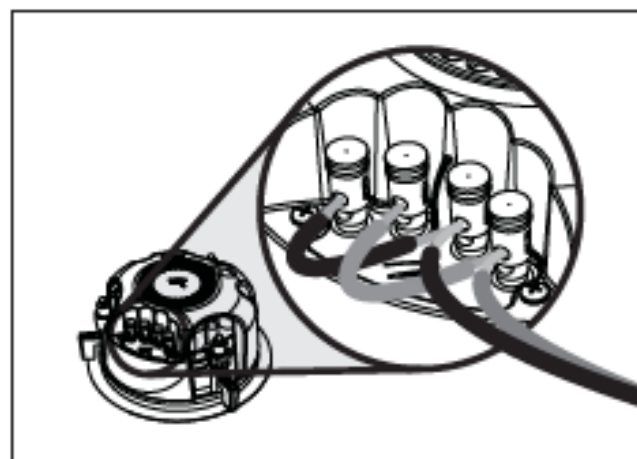

Figure 3. Helos 22 ponté pour une utilisation en mono.
- **Helos 22 Mono** : raccordez un ensemble de câbles d'enceinte à un ensemble de bornes de raccordement du Helos 22 et utilisez le câble correspondant pour faire le pont avec le deuxième ensemble de bornes de raccordement (figure 3).